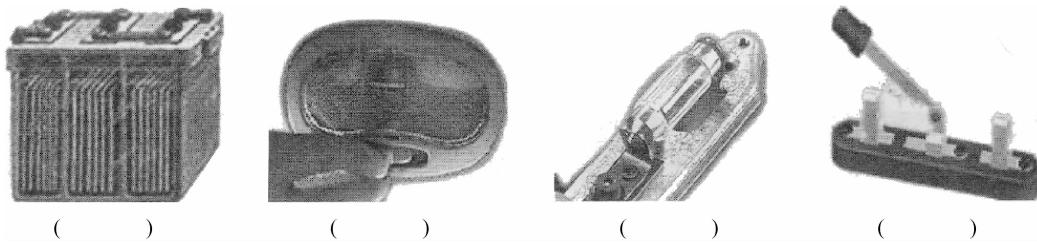

图 3-10 常见元件
- (1) 正确选取组成电路的实习器件。
- ① 写出图 3-10 中各部分元件的名称。